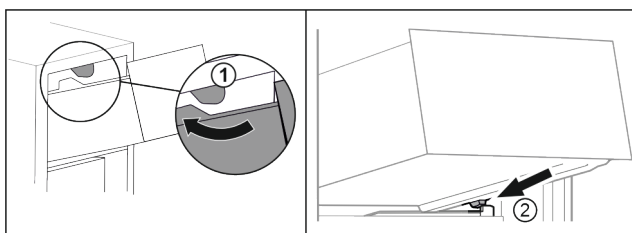

Fig. 65
- Far passare il cassetto sui fermi superiori. Fig. 65 (1)
- Applicare il cassetto inclinandolo dietro i fermi inferiori sulla nervatura del contenitore. Fig. 65 (2)